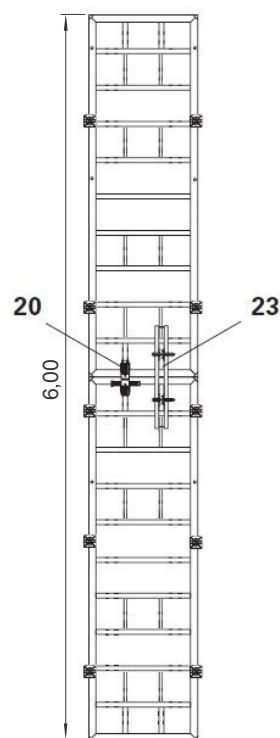

Рис. 56
Для наращенных элементов TR/MR 90 и TR/MR 120 используется выпрямляющий замок BFD (20) и выравнивающий ригель TAR 85 (23) (Рис. 56)